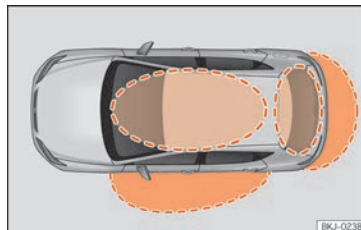

Fig. 138 Sistema de cierre y arranque sin llave Keyless Access: Zonas próximas.
Keyless Access es un sistema de cierre y arranque sin llave con el que se puede desbloquear y bloquear el vehículo sin utilizar activamente la llave del mismo. Para ello solo es necesario que haya una llave del vehículo válida en la zona de detección correspondiente al intento de acceso al vehículo » » fig. 138 y tocar una de las superficies sensoras de las manecillas de las puertas » » fig. 139 » » ❶.
Si se encuentra una llave válida en una de las zonas próximas » » fig. 138, el sistema de cierre y arranque sin llave Keyless Access le otorga a dicha llave derechos de acceso en cuanto se toca una de las superficies sensoras de la manecilla de la puerta del conductor. A continuación son posibles las siguientes funciones sin tener que utilizar activamente la llave del vehículo:
Cuando el vehículo está bloqueado, el portón trasero se desbloquea automáticamente al abrirlo si en su zona próxima » **fig. 138** se encuentra una llave del vehículo válida.